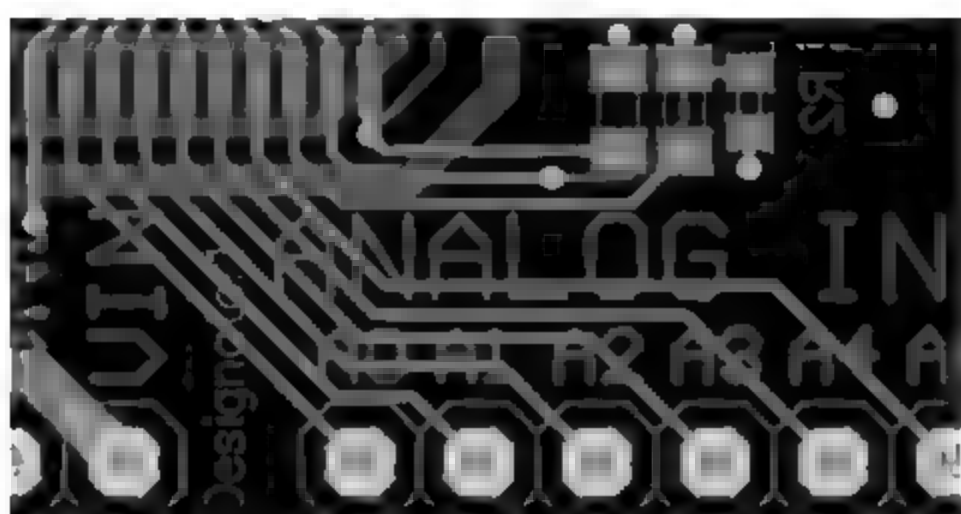

图 5-41 优化后的走线
(2) 执行菜单栏中的“布线”→“优化选中的走线”命令,或者按快捷键 Ctrl + Alt + G,进行优化。优化后的走线如图 5-41 所示。